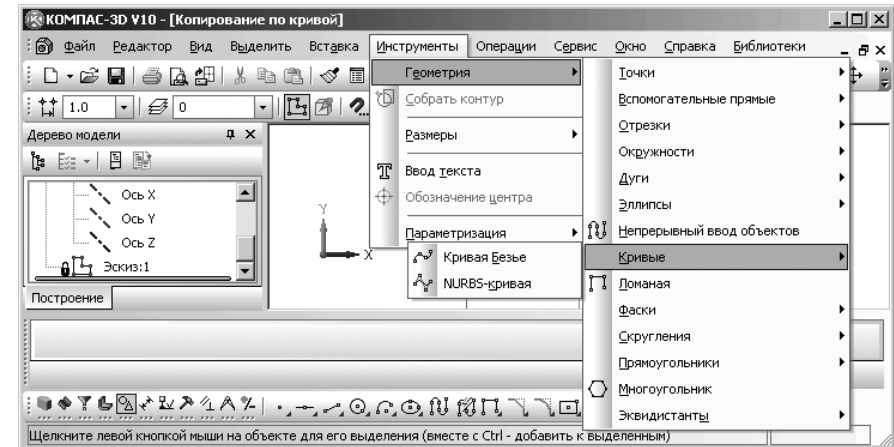

Рис. 8.34. Вызов всплывающего меню с пунктом **Кривая Безье**
- щелкните в первом всплывающем меню по пункту **Кривая**. Появится еще одно всплывающее меню, показанное на рис. 8.34.